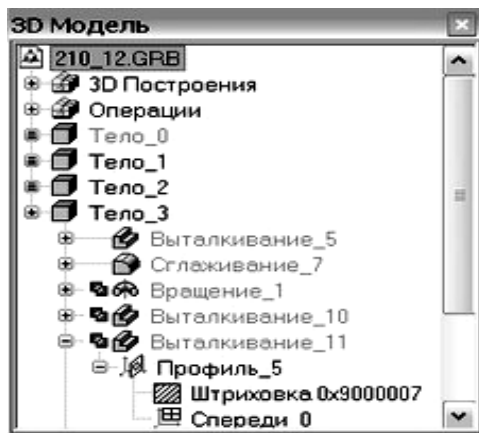

Рис. 1
**Структура 3D модели** представлена в виде дерева в окне «**3D модель**» (рис. 1). Первая ветвь «3D построения» отражает наличие и взаимосвязи рабочих плоскостей и вспомогательных 3D элементов. Затем располагаются разделы, соответствующие операциям. Каждый элемент дерева связан с объектами, на основе которых он был создан.